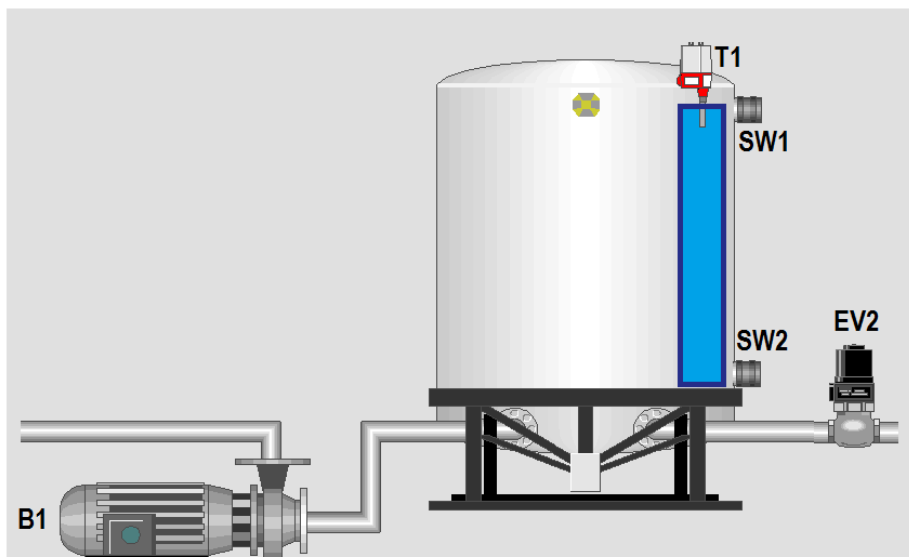

Figura 31. Ejemplo pantalla de proceso.
- En la pantalla de proceso, se solicitan la visualización del tanque de almacenamiento, con un transmisor de nivel, dos Switch de nivel, una electroválvula y una bomba. En esta pantalla se deberá observar el nivel del tanque y el estado de los equipos asociados al proceso. Ver ejemplo en la Figura 31.